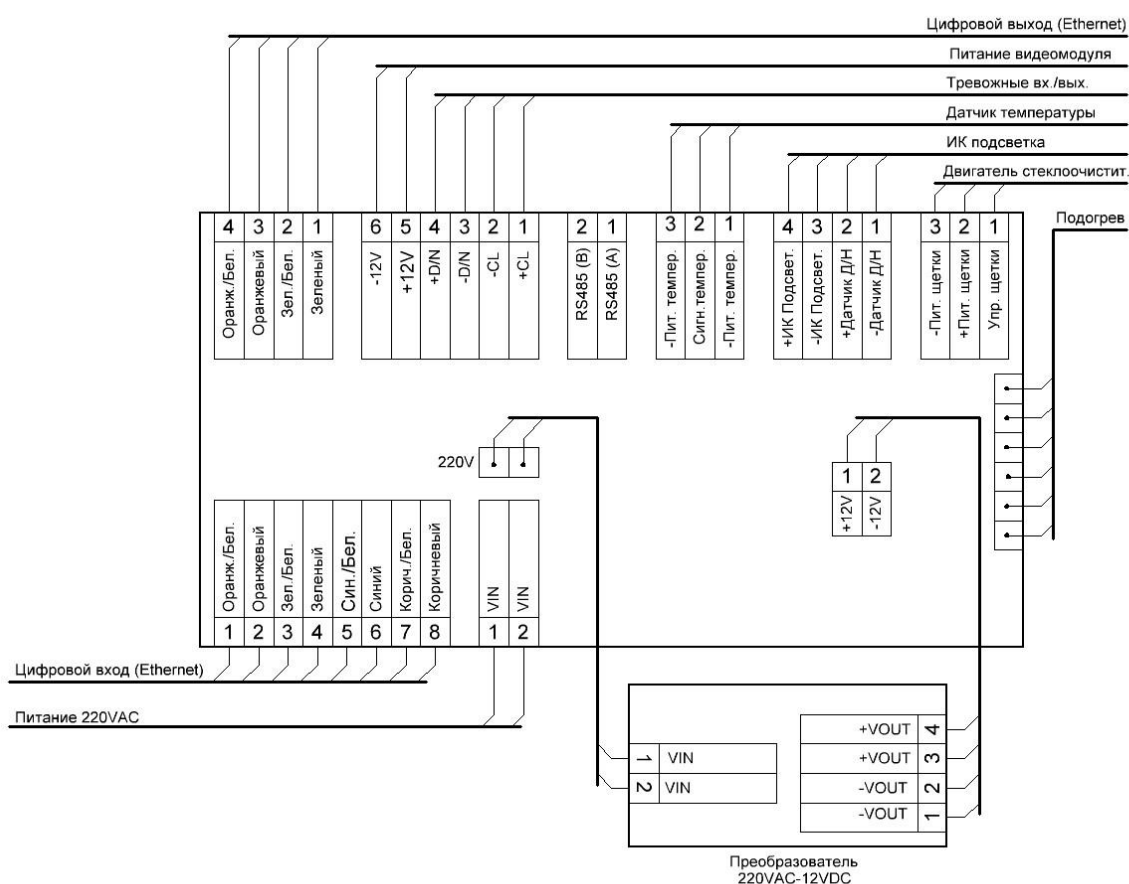
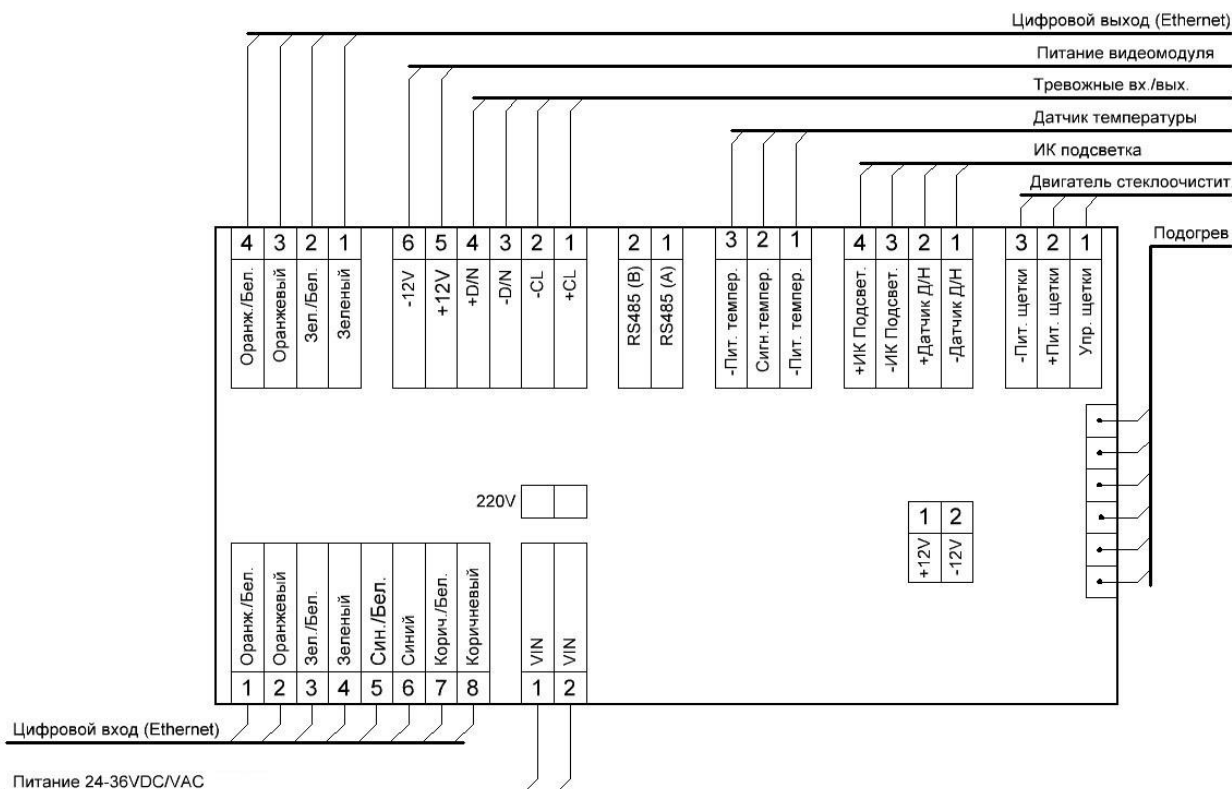

Рисунок 4.5 – Схема подключения термокожуха с напряжением питания 220 В переменного тока
Рисунок 4.6 – Схема подключения термокожуха с напряжением питания 24-36 В постоянного и переменного тока
7. Подключите видеокамеру к электронной плате согласно схеме подключения (Рисунок 4.5, Рисунок 4.6, Рисунок 4.6).
8. Через кабельные вводы заведите питающий и сигнальный кабели, подключите к универсальной плате (Рисунок 4.5, Рисунок 4.6, Рисунок 4.6).